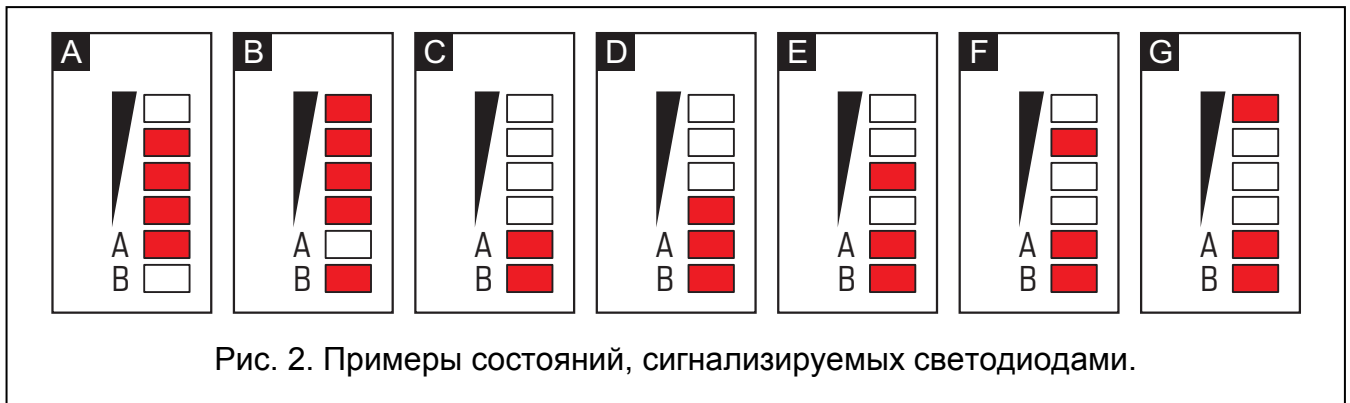

Рис. 2. Примеры состояний, сигнализируемых светодиодами.
- 3 - **светодиоды**, отображающие состояние модуля. Светодиод А мигает во время передачи по GPRS-каналу. Светодиод В мигает в случае отправки SMS-сообщения или звонка, осуществляемого модулем (тестовая передача CLIP). Остальные светодиоды индицируют уровень сигнала, принимаемого телефоном GSM. Одновременное мигание светодиодов А и В индицирует подключение к сети GSM. В случае проблем с подключением к сети GSM, мигание остальных светодиодов индицирует аварии (см.: рис. 2).
Дополнительную информацию об авариях показывают светодиоды на плате электроники (см.: рис. 2).
**Примечание:** Если PIN-код SIM-карты не будет совпадать с кодом, записанным в памяти модуля, то об этом сообщат светодиоды на плате электроники (см.: рис. 2 пример F). Очередная попытка ввести